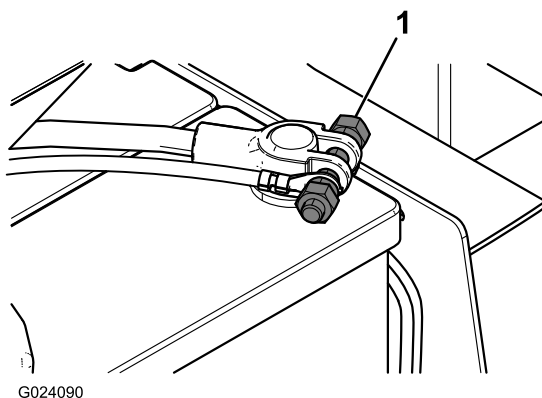

Figura 18
9. Rimuovete la bulloneria preesistente sui morsetti della batteria e montate i bulloni con dado doppio (Figura 18).